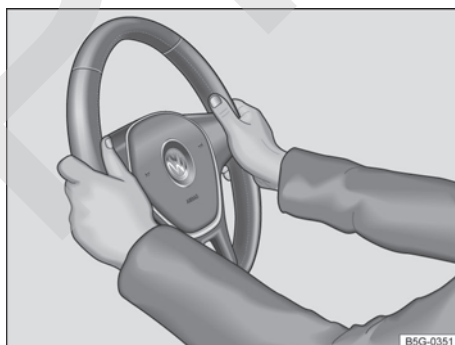

Fig. 101 En el volante: posición equivalente a las 9 y las 3 horas.
- Ajuste el volante de forma que pueda sujetarlo con las dos manos por los lados, por su parte exterior, en la posición equivalente a las 9 y las 3 horas → fig. 101 con los brazos ligeramente flexionados.
- Con el fin de reducir el peligro de sufrir lesiones en caso de que se dispare el airbag frontal del conductor, durante la conducción sujete siempre el volante por los lados, por su parte exterior, con las dos manos en la posición equivalente a las 9 y las 3 horas → **fig. 101**.